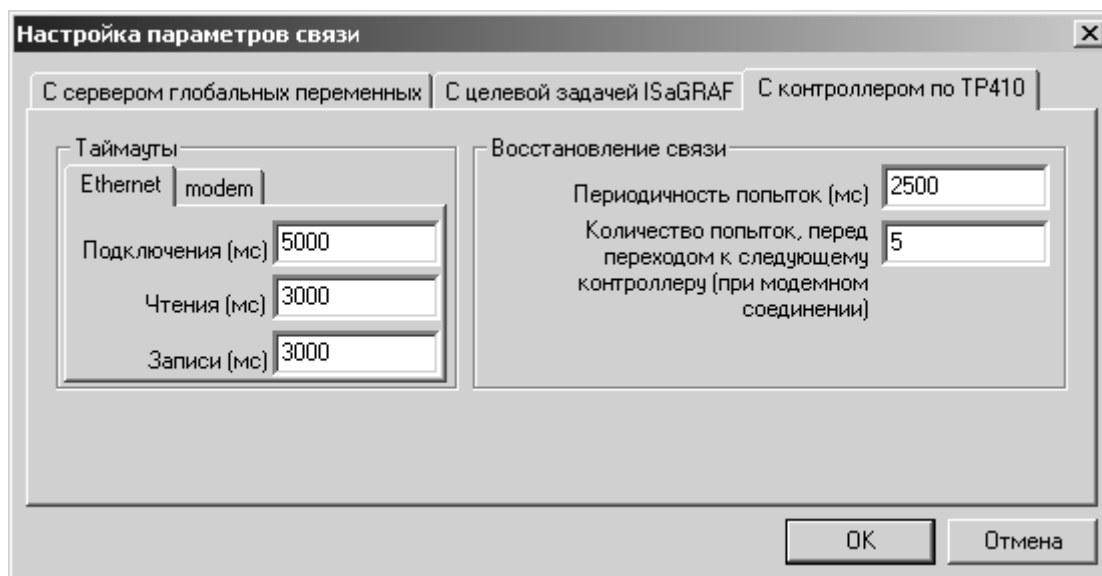

Рисунок 4.40 – Параметры связи по протоколу TP410
- протокола TP410 (Рисунок 4.40);
Для протокола TP410 предусмотрено 2 параметра (см. Рисунок 4.40):